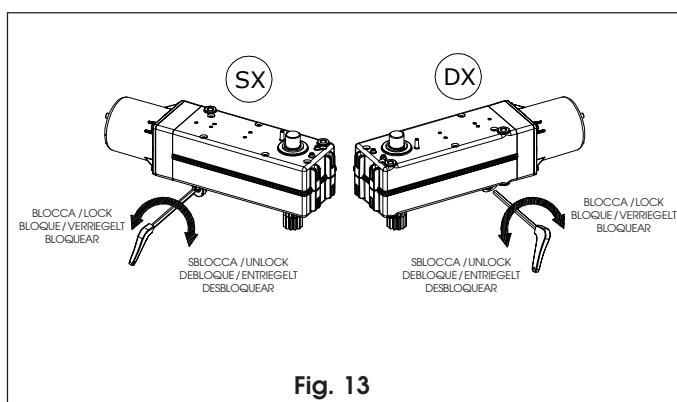

Fig. 13
- Inserire la chiave a brugola in dotazione e ruotare di circa mezzo giro fino all'arresto nel senso indicato in fig. 13 in relazione al tipo di montaggio.